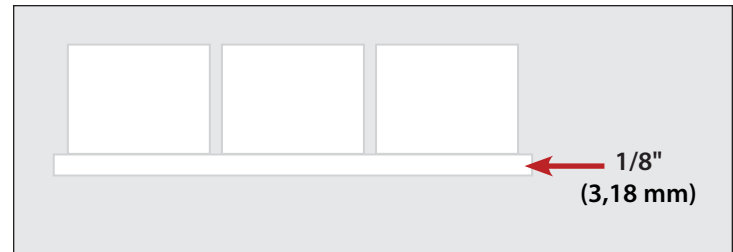

Abb. 1. Die Eisbrücke hält die Eiswürfel zusammen.
- Beobachten Sie mindestens drei Zyklen und überprüfen Sie, ob die Eisbrückendicke korrekt ist [etwas 3,18 mm (1/8"), wie in Abb. 1 dargestellt]. Wie Sie die Brückendicke anpassen finden Sie unter „Eisdicke einstellen“ (S. 61).